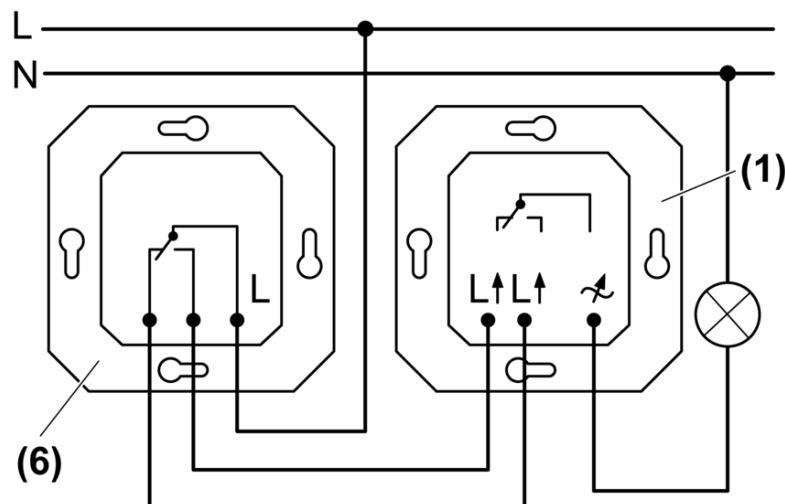

Figure 3: Commutation intermittente
- (1) Variateur
- (6) Interrupteur va-et-vient
- Raccorder le variateur (1) et l'interrupteur va-et-vient (6) conformément au schéma de raccordement (figure 3).